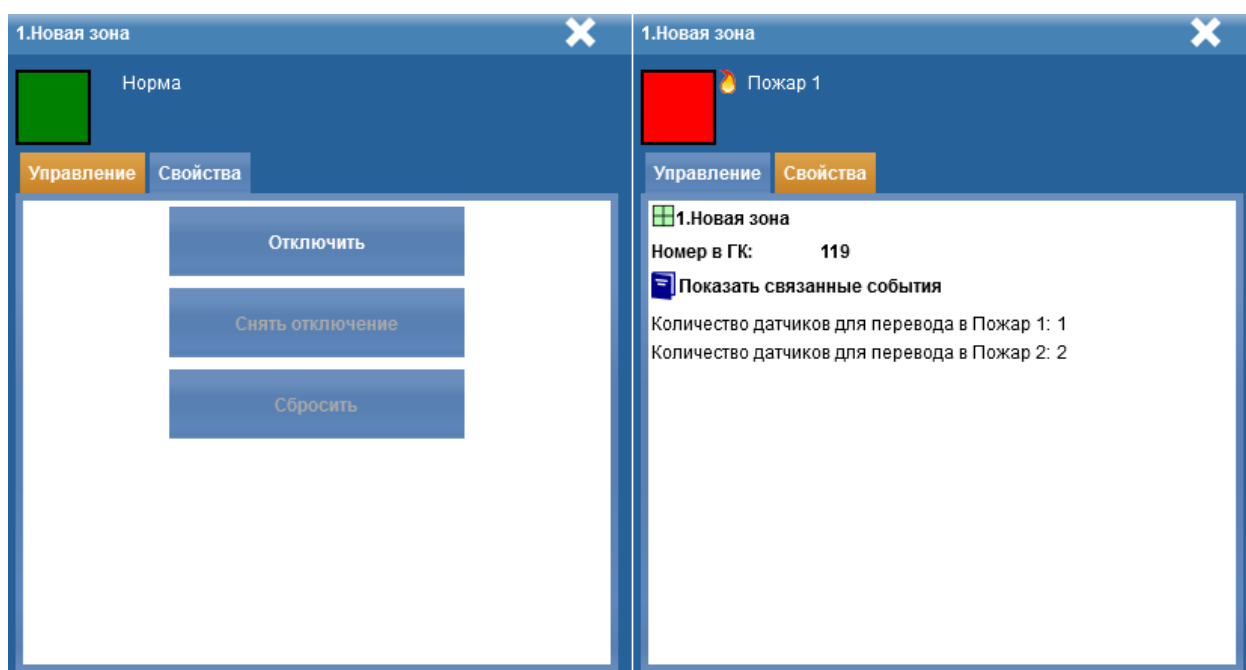

Рисунок 11.12 – Окно управления и просмотра свойств зоны
8. **Свойства** — вызывает окно свойств зоны. В верхней части окна отображаются её название и текущее состояние. На вкладке **Управление** (рисунок 11.12)